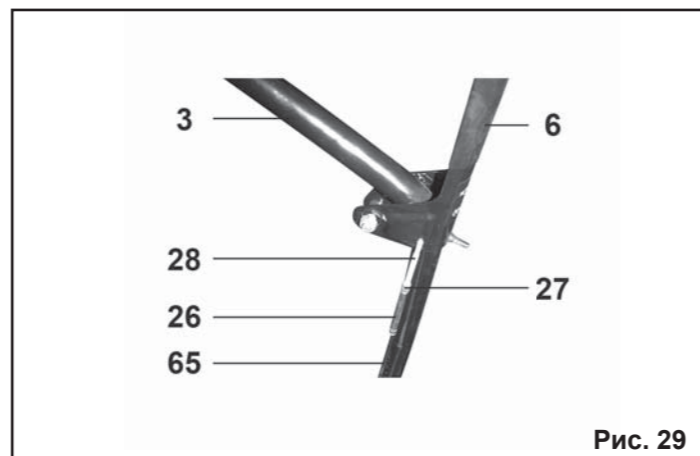

Рис. 29
9.5. Проверка натяжения тросиков привода шнека и колес (Рис.29).
9.6. Регулировка тросиков привода (Рис.29).